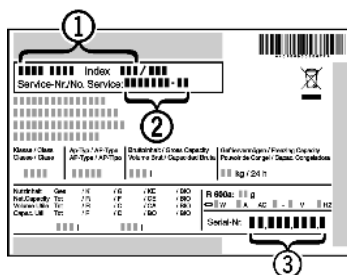

Fig. 9
▶ Relever la désignation de l'appareil *Fig. 9 (1)*, le n° de service *Fig. 9 (2)* et le n° de série *Fig. 9 (3)* sur la plaquette signalétique. Cette plaquette se trouve sur la paroi intérieure gauche de l'appareil.
- ▶ Informer le S.A.V. et lui communiquer la panne, la désignation de l'appareil *Fig. 9 (1)*, le n° de service *Fig. 9 (2)* et le n° de série *Fig. 9 (3)*.